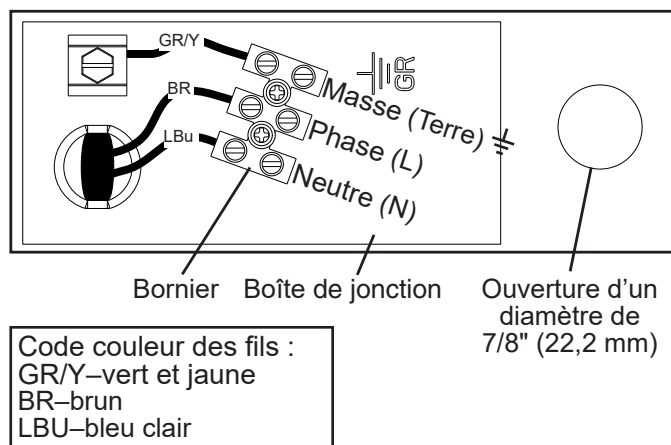

Fig. 7
- La borne neutre sur le bornier (fil bleu clair) doit être raccordée au conducteur neutre de la source d'alimentation. Voir fig. 7. **ATTENTION ! Un mauvais câblage peut endommager gravement la machine à glace.**